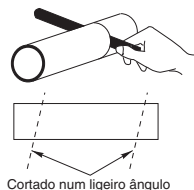

Fig. 3-36
- (5) Meça a espessura da parede desde o bordo interior até ao bordo exterior e, em seguida, corte o tubo PVC num pequeno ângulo de 6 mm mais curto que a espessura da parede. (Fig. 3-36)